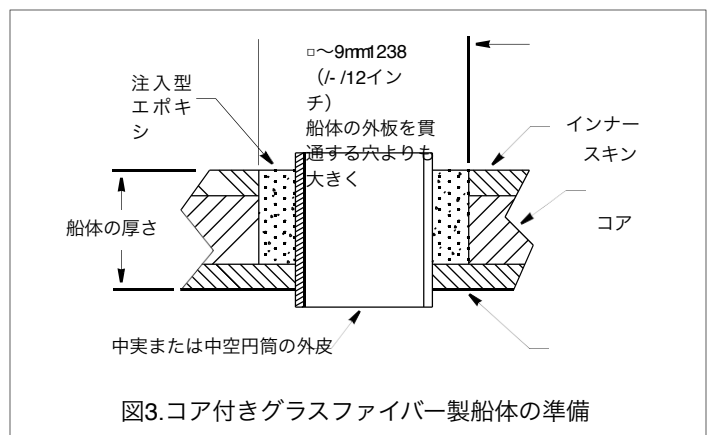

図3.コア付きグラスファイバー製船体の準備
1. 船体の内側から  $\varnothing$  mm3または1/8インチの下穴を開けます。選択した取り付け位置の近くにリップやストラットなどの船体の凹凸がある場合は、外側から穴を開けてください (図3)。(誤った位置に穴を開けてしまった場合は、より良い位置に再度穴を開けてください。間違った穴の上に船体の外側にマスキングテープを貼り、エポキシで埋めてください)